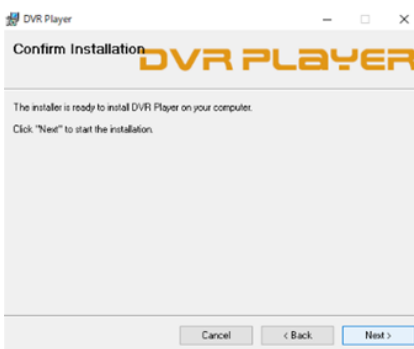

図 28
- 6) 次に、インストール確認内容が表示されます(図28参照)。『Next』を選択してください。